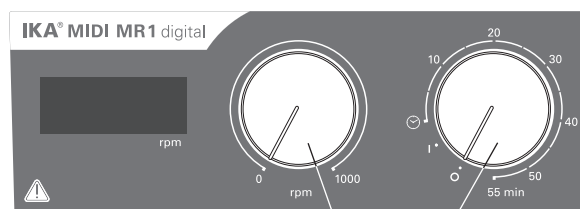

Fig. 3
- ☞ Για να ενεργοποιήσετε τη συσκευή, περιστρέψτε το διακόπτη ενεργοποίησης/απενεργοποίησης και το χρονοδιακόπτη (**B**, βλέπε **Fig. 3**) δεξιόστροφα στη θέση «**1**».
- ☞ Ρυθμίστε τον αριθμό στροφών κινητήρα με τον ρυθμιστή αριθμού στροφών (**C**, βλέπε **Fig. 3**). Ο αριθμός στροφών του κινητήρα μπορεί να ρυθμιστεί από 0 έως 1000 rpm για τη συσκευή **MIDI MR 1 digital** και από 0 έως 600 rpm για τη συσκευή **MAXI MR1 digital**.